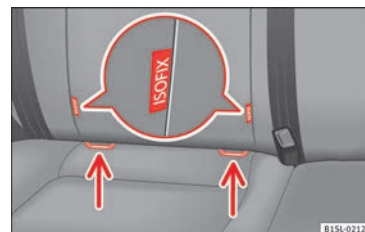

Fig. 26 En el asiento del vehículo: variantes de identificación de los puntos de anclaje inferiores para sillitas infantiles.
- Encaje el asiento para niños en las anillas de sujeción » **fig. 26**, en el sentido de la flecha. El asiento para niños debe encastrar de forma segura y audible.
- Coloque el asiento para niños sobre la banqueta y enganche los ganchos de los cinturones de fijación en las anillas de fijación » **fig. 26.**